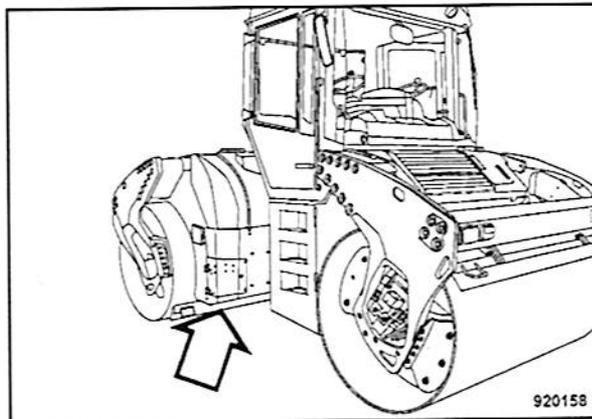

Fig. 193
- Abrir la tapa de mantenimiento hacia las bombas de agua (Fig. 193).